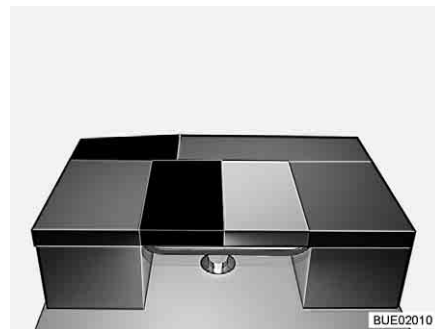

Bild 155 Nach dem Umbau
- Das Rückenpolster der seitlichen Sitzbank der L-Sitzgruppe längs auf den Tisch legen (siehe Bild 155).